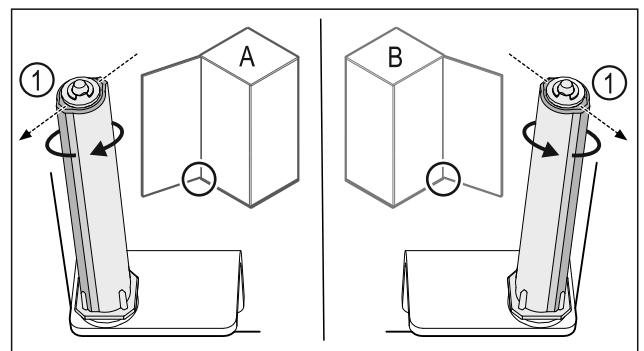

Fig. 45 Linksanschlag (A) / Rechtsanschlag (B)
- Schließsystem gegen den Widerstand drehen, bis der Steg des Schließsystems Fig. 45 (1) nach außen zeigt.